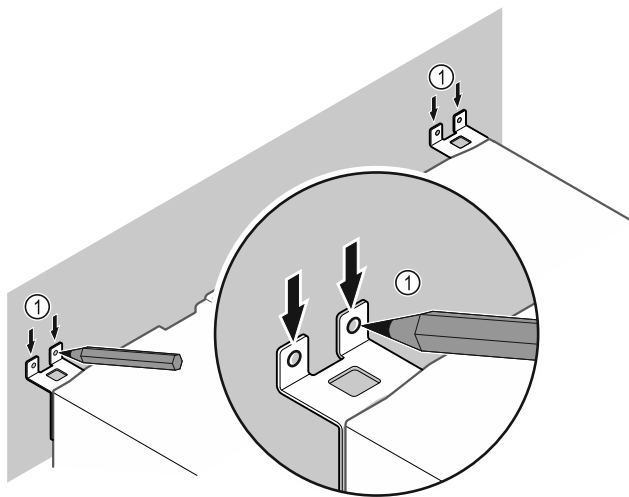

Fig. 11
- ▶ Tracer des repères sur le mur Fig. 11 (1).